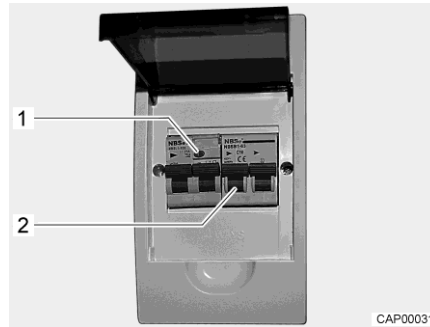

Fig. 51 Coffret de fusibles 230 V avec disjoncteur de protection de circuit et disjoncteur FI
Un disjoncteur différentiel (disjoncteur FI) dans le coffret de fusibles protège tout le véhicule contre le courant différentiel (0,03 A). Le disjoncteur de protection de circuit connecté en aval (10 A) (Fig. 51,2) protège le réseau de bord 230 V.
- Lorsque le véhicule est raccordé à l'alimentation 230 V, appuyer sur la touche de contrôle (Fig. 51,1). Le disjoncteur différentiel doit se déclencher.